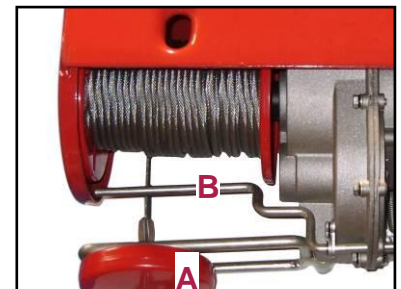

Figura 5 – Dettaglio limitatori di fine corsa.
- Il **dispositivo limitatore di finecorsa superiore**, per impedire che il gancio urti contro il tamburo al termine della corsa di salita e che si danneggi il motore elettrico (vedere la Figura 5);
Il dispositivo limitatore di finecorsa superiore (Rif. A in Figura 5), interrompe l'alimentazione del motore elettrico quando la piastra circolare sopra il gancio di carico lo tocca durante la sua corsa di salita, arrestando la rotazione del tamburo.
Il dispositivo limitatore di finecorsa inferiore (Rif. B in Figura 5), interrompe l'alimentazione del motore elettrico quando il cavo è completamente svolto, evitando che la rotazione riavvolga il cavo in senso inverso.